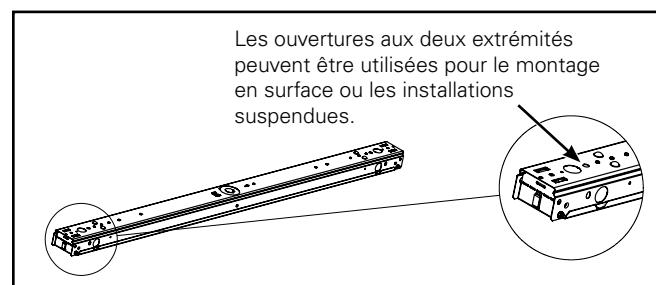

Figure 1.
- Retirez l'assemblage du canal de la boîte, retirez le ruban entourant le protecteur du canal et installez-le sur la surface ou le plafond suspendu selon les normes (quincaillerie fournie par d'autres). (Figure 1.)